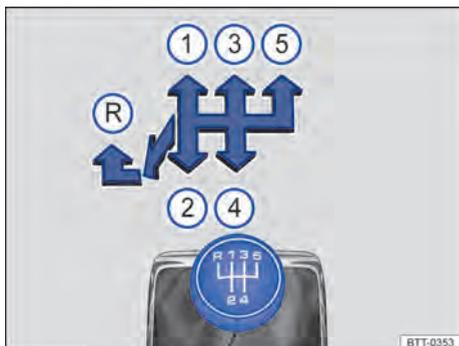
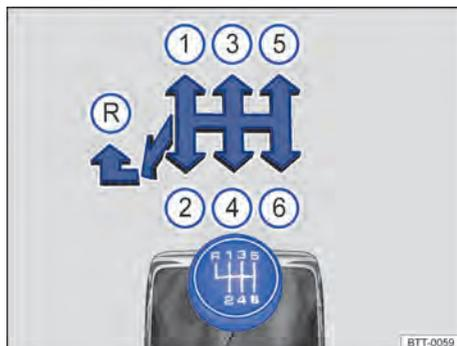

Fig. 124 Esquema de troca de marchas da transmissão manual de 5 marchas.
Fig. 125 Esquema de troca de marchas da transmissão manual de 6 marchas.
As posições de cada marcha estão representadas na alavanca de troca de marcha \Rightarrow Fig. 124 ou \Rightarrow Fig. 125.
- Empurrar a alavanca de troca de marcha totalmente para a esquerda e depois para frente até a posição de marcha a ré \Rightarrow Fig. 124 ou \Rightarrow Fig. 125 .